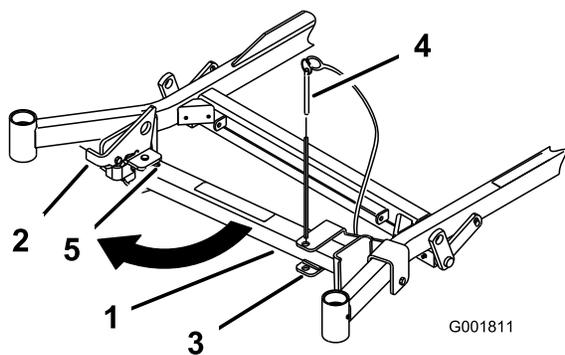
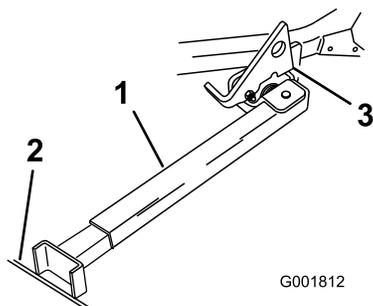

Figura 31
Figura 32
2. Togliete il perno dalla staffa (Figura 31).
- Alzate il dispositivo di chiusura. Portate il piede del supporto sul davanti e spostate il supporto verso la macchina, nell'intaglio inferiore (Figura 31 e Figura 32).
- Mettete a terra il piede del supporto ed appoggiate il dispositivo di chiusura sull'aletta orientabile (Figura 32).
Nota: Per ottenere risultati ottimali, appoggiate il piede del supporto nelle fessure del marciapiede o nel tappeto erboso (Figura 32).
- Guidate sul supporto. Fermatevi quando il dispositivo di chiusura cade sull'aletta e si chiude (Figura 32). Una volta sul supporto, innestate il freno di stazionamento e spegnete il motore.
- Riportate il supporto in posizione di riposo (Figura 31).